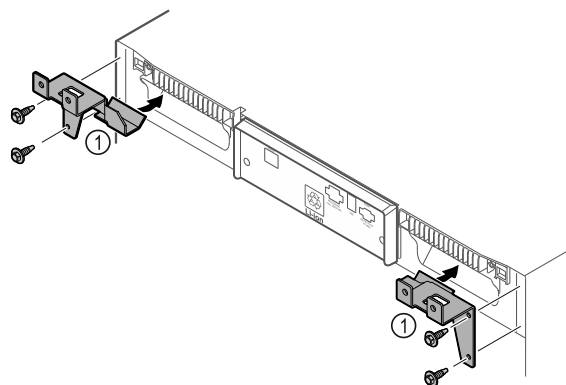

Fig. 10
- Holdedele Fig. 10 (1) monteres på apparatet med selvskærende skruer.